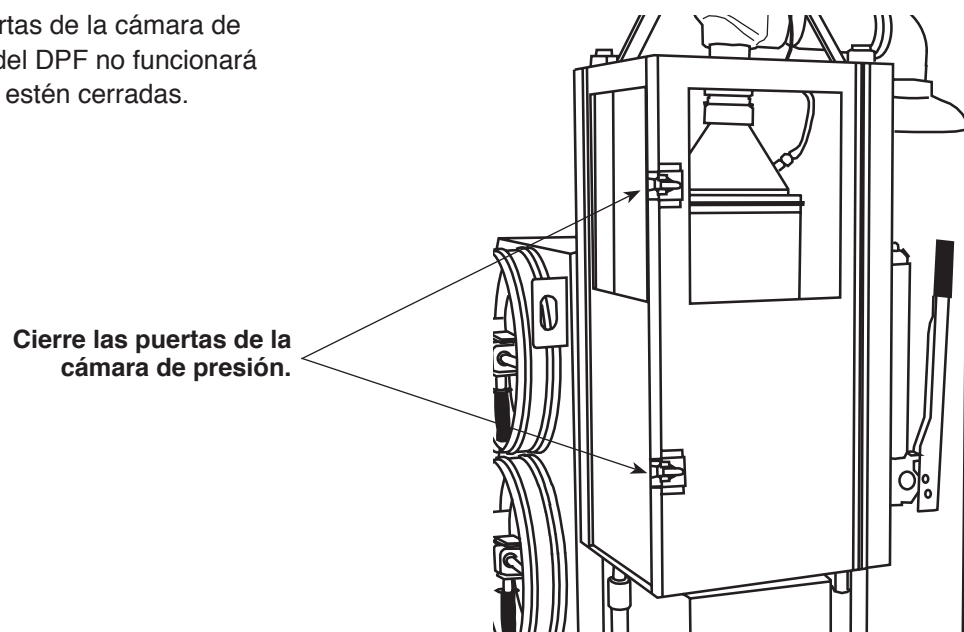

Figura 7
8. Cierre y trabe las puertas de la cámara de presión. El limpiador del DPF no funcionará hasta que las puertas estén cerradas. Consulte la Figura 7.